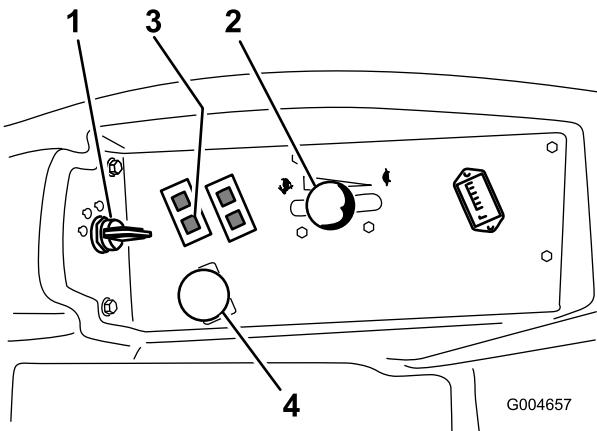

Figura 16
- Mueva el mando de la toma de fuerza (PTO) a la posición Desengranada (Figura 16).
- Ponga la palanca del acelerador en un punto intermedio entre las posiciones Lento y Rápido (Figura 16).